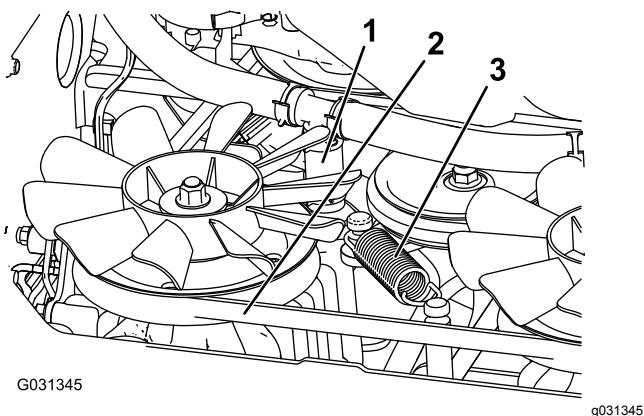

Bild 72
5. Entfernen Sie den unteren Hydraulikschlauch (Bild 72).
6. Entfernen Sie die Spannfeder (Bild 72).
7. Nehmen Sie den Fahrantriebsriemen von der Kupplung und dem Kupplungsanschlag ab (Bild 72).